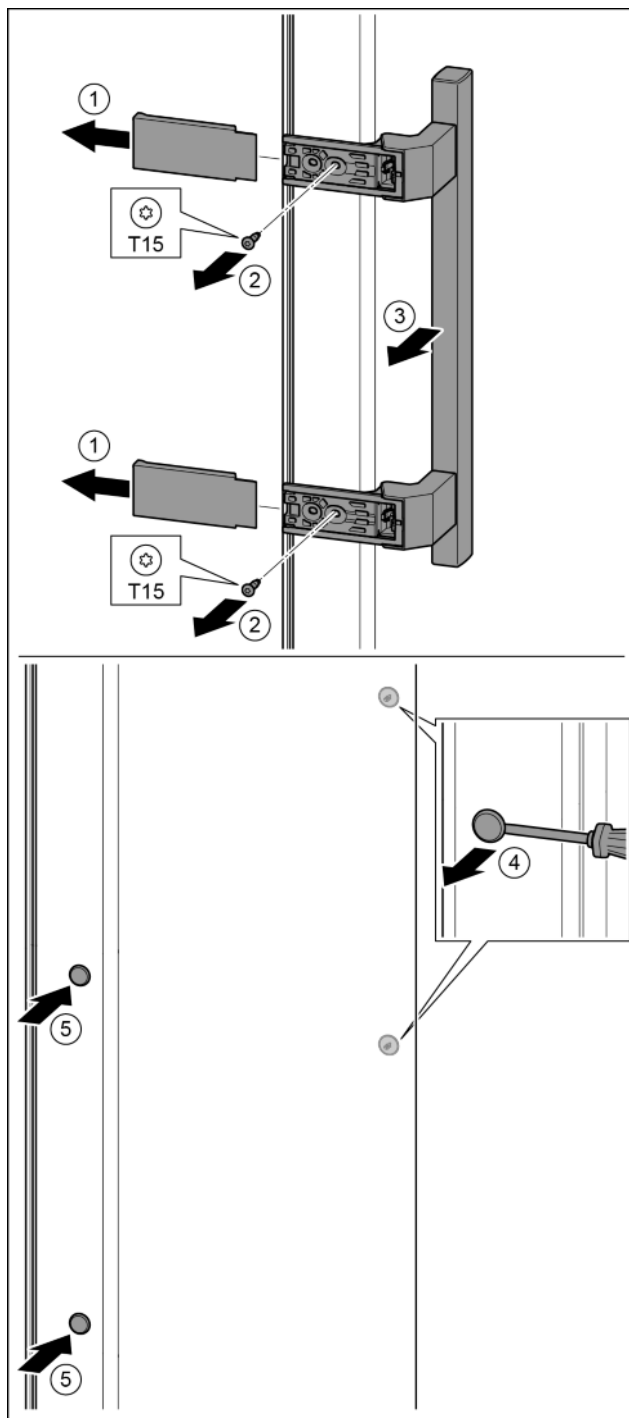

Fig. 36
- ▶ Снять крышку. *Fig. 36 (1)*
- ▶ Выкрутить винты отверткой T15. *Fig. 36 (2)*
- ▶ Снять ручку. *Fig. 36 (3)*
- ▶ Осторожно приподнять шлицевой отверткой боковые заглушки и вынуть их. *Fig. 36 (4)*
- ▶ Заглушки снова вставить с другой стороны. *Fig. 36 (5)*